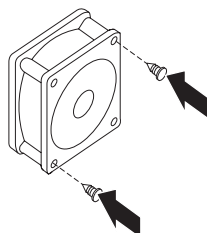

図 19. 短いラバー・マウントの取り付け
- 図 19 に示すように、2 個の短いラバー・マウントを新しいシステム・ファン・アセンブリーに取り付けます。